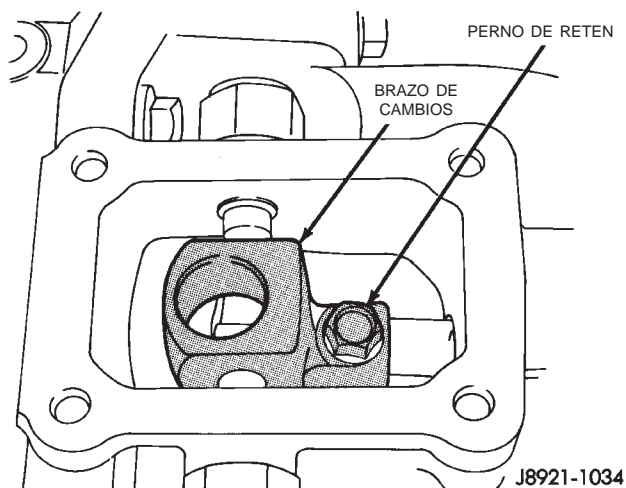

Fig. 44 Instalación de perno de retén de brazo de cambios
(12) Haga girar el eje del brazo del cambiador hasta que el orificio del brazo de cambios quede alineado con el orificio del eje.
(13) Instale el perno de retén del brazo de cambios y apriételo con una torsión de 38 N·m (28 lbs. pie) (Fig. 44).